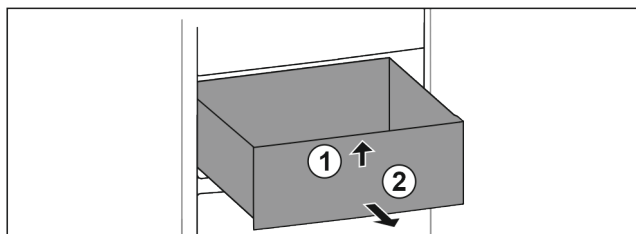

Fig. 70
- ▶ Levante el cajón por delante. Fig. 70 (1)
- ▶ Extraiga el cajón hacia delante. Fig. 70 (2)